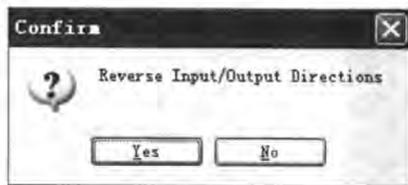

图 4-62 【Confirm】提示框
- [2] 单击鼠标左键，系统弹出【Confirm】提示框，如图 4-62 所示。